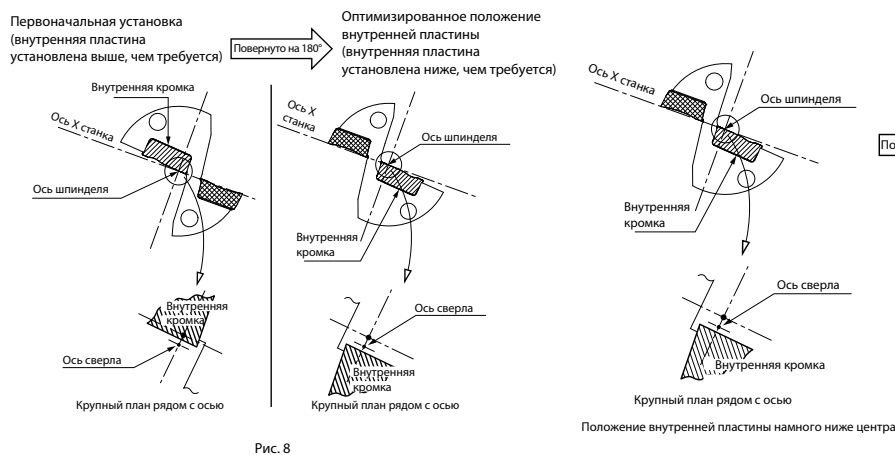
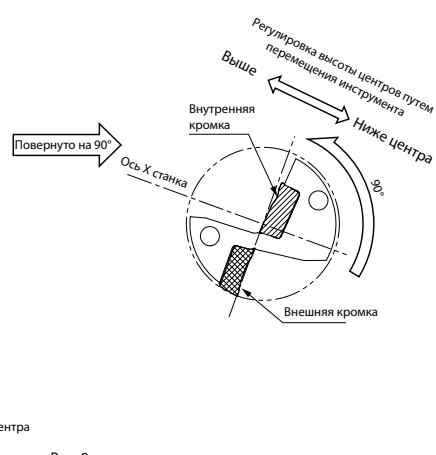

Рис. 8
Рис. 9
A. Разверните сверло на 180°. Большая часть проблем решается этим способом (см. Рис. 8). B. Если диаметр бобышки стал слишком большим после описанной выше регулировки, установите сверло, повернув его на 90° против часовой стрелки, как показано на рис. 9 (наружная кромка расположена внизу), и отрегулируйте высоту центров, перемещая инструмент вдоль оси X. (Однако в этом случае становится невозможным регулировка диаметра обработки). Внимание! Если установить сверло наоборот (наружная кромка расположена вверх), диаметр обработки уменьшится, что может привести к контакту корпуса и обработанной поверхности отверстия. В этом случае лучшее решение — выставить револьверную головку.